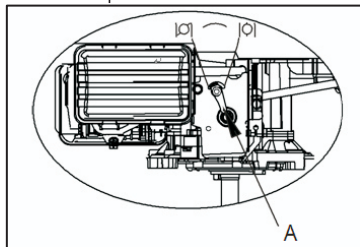

Fig. 2B A. Manette des gaz
c) Déplacez la manette des gaz sur la position du starter . (Figure 2B)